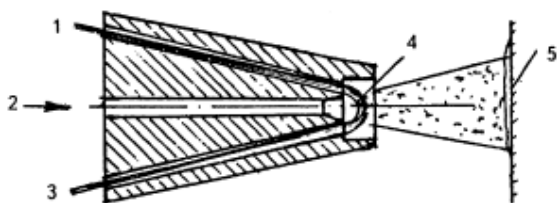

Рис. 173. Схема электродугового напыления
При электродуговом напылении плавление проволок (1), (3) осуществляется электрической дугой (4) (рис. 173). Распыление расплавленного металла производится сжатым воздухом (2), при этом расплавленные частицы переносятся на апыляемую поверхность, образуя покрытие (5).